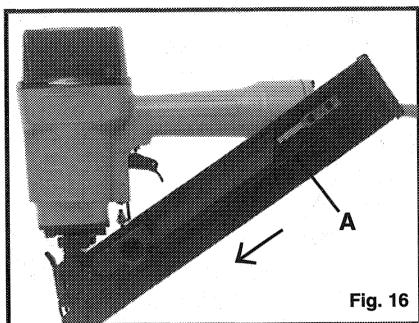

Fig. 16
3. Alimente la tira de clavitos a la recámara (ranura "T") hasta que pasen el tope (A) Fig. 16.